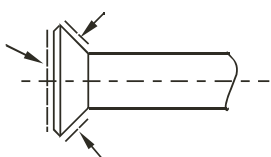

Рис. 7-6
- Нанести на внутреннюю и наружную поверхности присоединяемого участка трубы полиэфирное масло и завернуть муфту вручную на 3–4 оборота перед окончательной затяжкой (см. рис. 7-6).